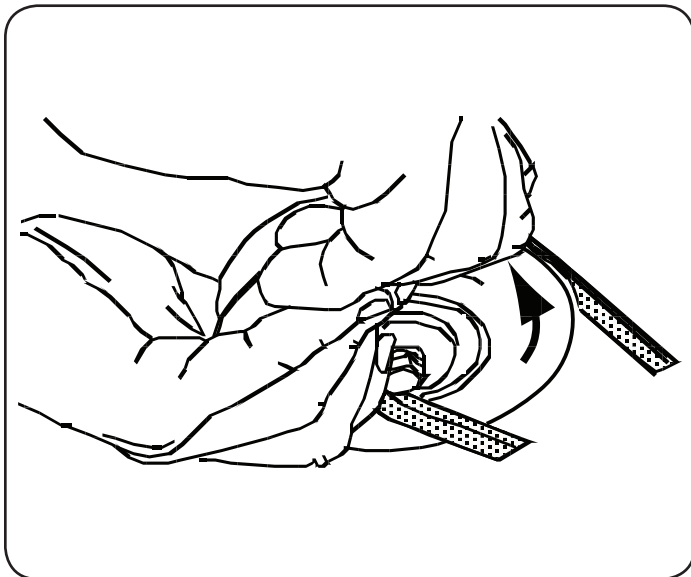

Figura 29
8. Tire del lado derecho de la correa y coloque el lado V angosto de la correa en la polea de la PTO. Vea la Figura 29.